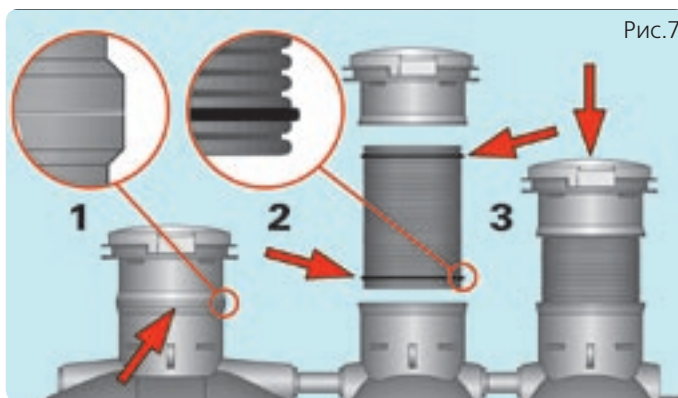

Рис.7
**7. Удлинение горловин отстойников и распределительных колодцев.** В системе предусмотрена возможность удлинения горловин отстойников и распределительных колодцев. Отрежьте горловину в отмеченном месте (обозначено словом «kapstalle»). Нарастите горловину удлинительным патрубком 400/355 мм с установкой на оба конца резиновых уплотнений. Вставьте патрубок в горловину и наденьте крышку до выступов. Крышки отстойника и распределительного колодца зафиксируйте «в замок» поворотом по направлению, указанному стрелкой. Рис. 7.